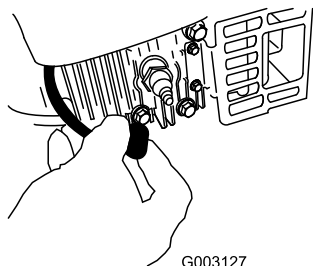

Рисунок 33
2. Отсоедините провод от свечи зажигания (Рисунок 33), прежде чем выполнять любые процедуры технического обслуживания.